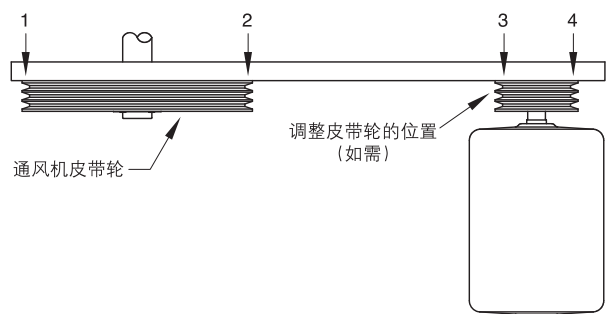

图19 - 皮带轮线形检查
9. 作为最终检查，在皮带轮和皮带轮之间放置直尺，应有四个接触点（见图19）。必要时调整电动机皮带轮的位置，直到达到四点接触。